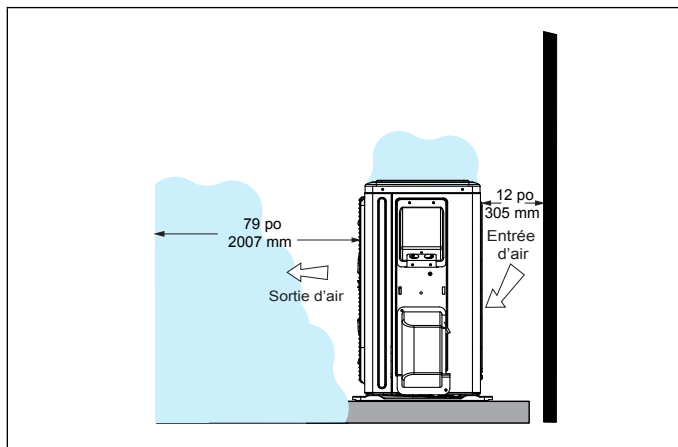

Figure 25. Débit d'air d'une unité extérieure obstruée par de la neige
- Dans certaines régions fortement enneigées, ne pas placer l'unité là où la neige peut s'accumuler comme illustré à la « Figure 25. Débit d'air d'une unité extérieure obstruée par de la neige ».